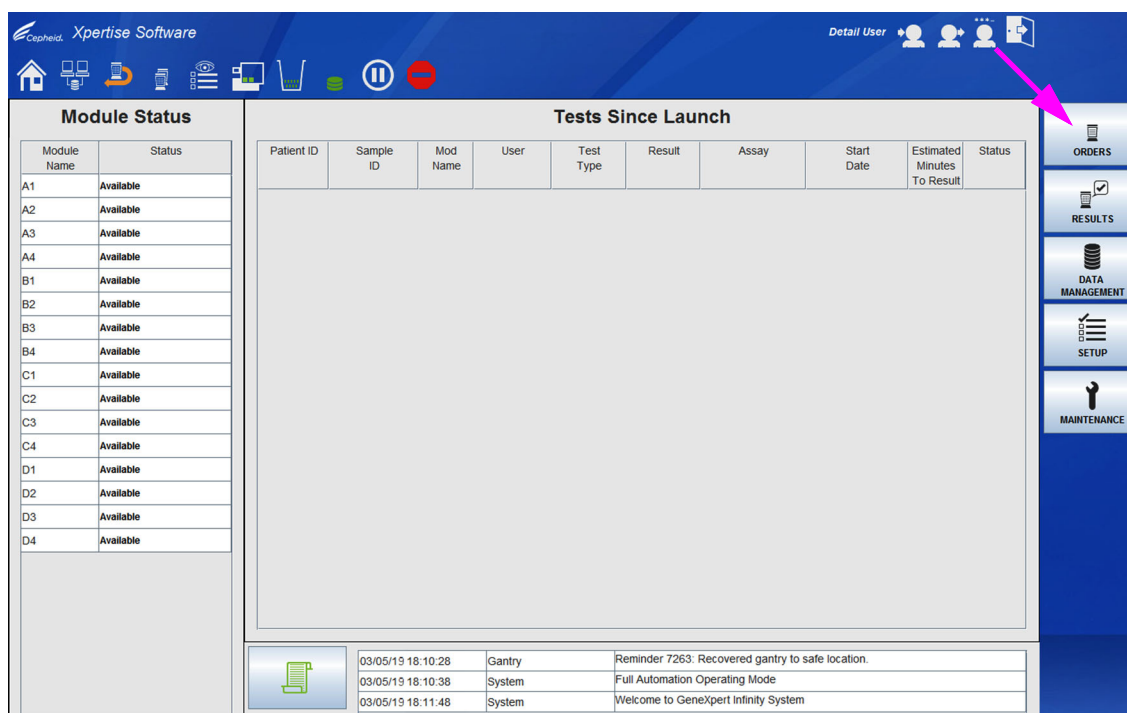
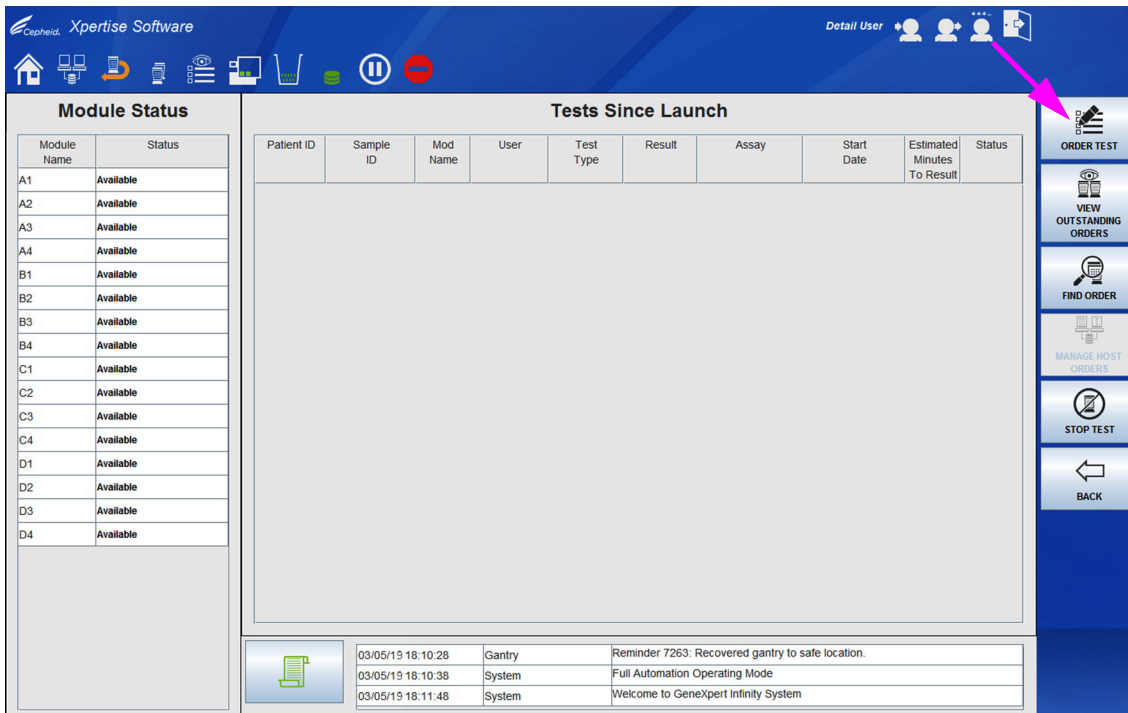

Figura 5-51. Área de trabalho inicial do software Xpertise
Figura 5-52. Menu Orders (Pedidos)
1. Na área de trabalho inicial do software Xpertise, selecione o botão **ORDERS (PEDIDOS)**. Ver Figura 5-51. A área de trabalho Orders Menu (Menu Pedidos) será apresentada. Ver Figura 5-52.
2. Selecione o botão **ORDER TEST (PEDIR TESTE)**. Ver Figura 5-52.